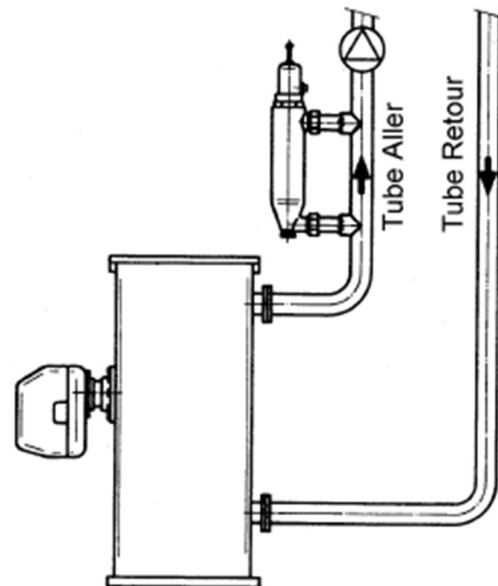

Fig. : 1 - Le brûleur ne peut être remis en marche qu'après déverrouillage de l'avertisseur de bas niveau
- La pompe ne doit exercer aucune influence sur la position du flotteur dans le WP6 (par ex. du fait d'une trop forte recirculation ou de l'aspiration) ! (voir fig. 1)
L'avertisseur de bas niveau est monté en parallèle dans une pièce verticale de la conduite Aller comme représenté à la fig. 1. Il doit toujours être installé en amont du mélangeur dans le circuit de la chaudière. Le niveau de coupure de l'avertisseur de bas niveau (voir fig. 3) doit toujours se situer à au moins 100 mm au-dessus de la plus haute surface chauffée du générateur thermique. Tout dispositif destiné à rendre inefficace l'avertisseur de bas niveau est interdit !